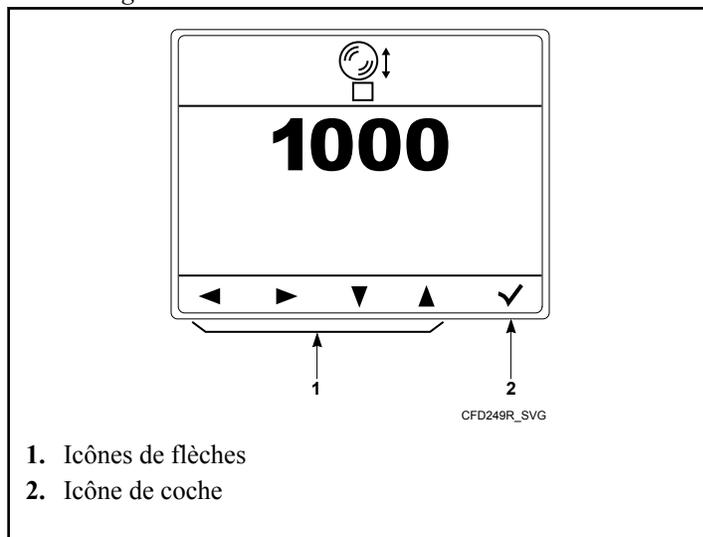

Figure 47
4. Appuyer sur les touches sous les icônes de flèches pour modifier la vitesse d'essorage. Se reporter à la *Figure 47*.
5. Appuyer sur la touche sous l'icône de coche pour confirmer la modification de la vitesse d'essorage. Se reporter à la *Figure 47*.